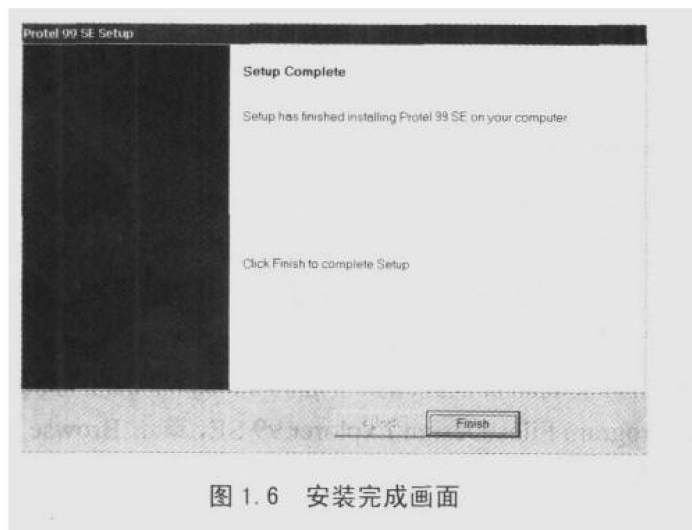

图 1.6 安装完成画面
- (6) 文件复制完成后, 出现安装完成的提示画面, 如图 1.6 所示, 单击 **Finish** 按钮, 结束安装。